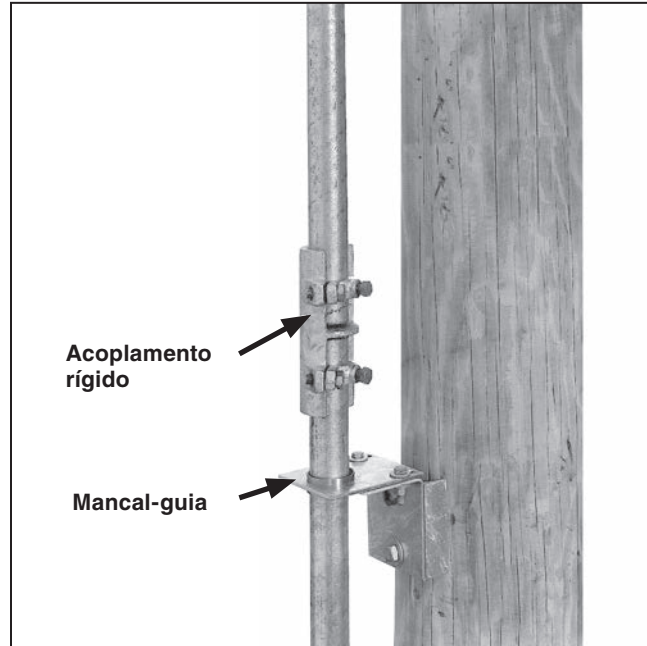

Figura 20. Instalação do mancal-guia para seção (seções) de tubo(s) adicional (adicionalis).
PASSO 15. Instale um suporte do mancal-guia em cada seção adicional do tubo vertical de operação, posicionado conforme as dimensões mostradas no diagrama de montagem. Ver Figura 20. O mancal axial é somente necessário para o mancal-guia superior. Use acoplamentos rígidos para conectar estas seções de tubo adicionais. Antes de instalar o acoplamento, afrouxe os parafusos de ajuste perfurante para fora do corpo de acoplamento, de forma que eles não se projetem para dentro.
PASSO 16. Aperte o parafuso de ajuste perfurante do mancal axial imediatamente acima da última seção do tubo com seu aperto final, perfurando o tubo, e continue o aperto até que uma resistência firme seja sentida. Ver Figura 20●.